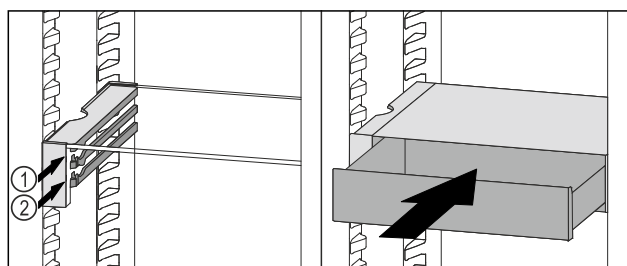

Fig. 174
- ▶ VarioSafe-Schubfach hinter den Stoppern auf gewünschter Rippe *Fig. 174 (1)* oder *Fig. 174 (2)* aufsetzen.